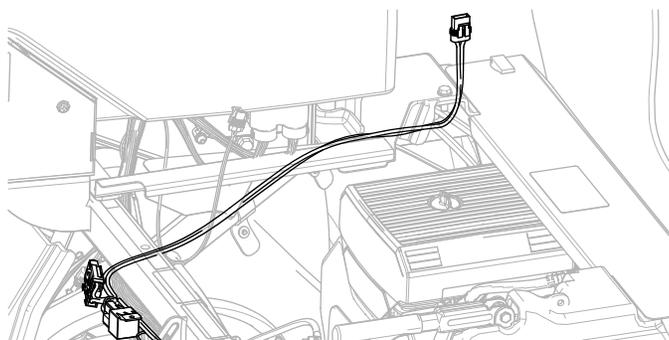

Figure 5
2. Faites passer le faisceau électrique sous le côté droit du tube de support d'amortisseur et sous le couvercle de la console du bas (Figure 5).